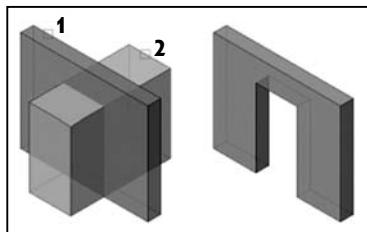

Рис. 5.5. Вычитание одного набора тел из другого
**Кнопка** . С помощью команды «Вычитание» можно создать 3D-тело или поверхность путем вычитания одного набора 3D-тел из другого, пересекающегося с ним набора. Тоже самое можно сделать с пересекающимися поверхностями или 2D-областями (рис. 5.5).